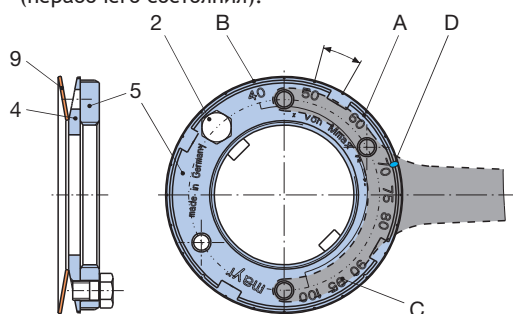

Рис. 1: EAS®-compact® храповая- и синхронная муфта
Установленные тарельчатые пружины (9) работают в отрицательном диапазоне характеристической кривой (Рис. 3). Более сильная затяжка вызывает уменьшение силы пружины. Поворот регулировочной гайки (5) (Размеры от 03 до 3) или установочного винта (6) (Размеры 4 и 5) по часовой стрелке приводят к уменьшению крутящего момента, поворот против часовой стрелки увеличивает крутящий момент (смотреть по направлению на регулировочную гайку (5)). Рис. 1 и 2).